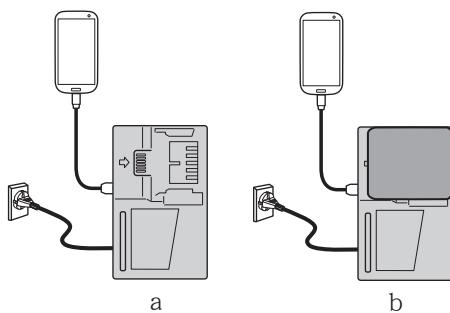

图 36
- 将 USB 设备插入插座进行充电（图 36-a）。
- 将 USB 设备和电池插入插座进行充电。（图 36-b）